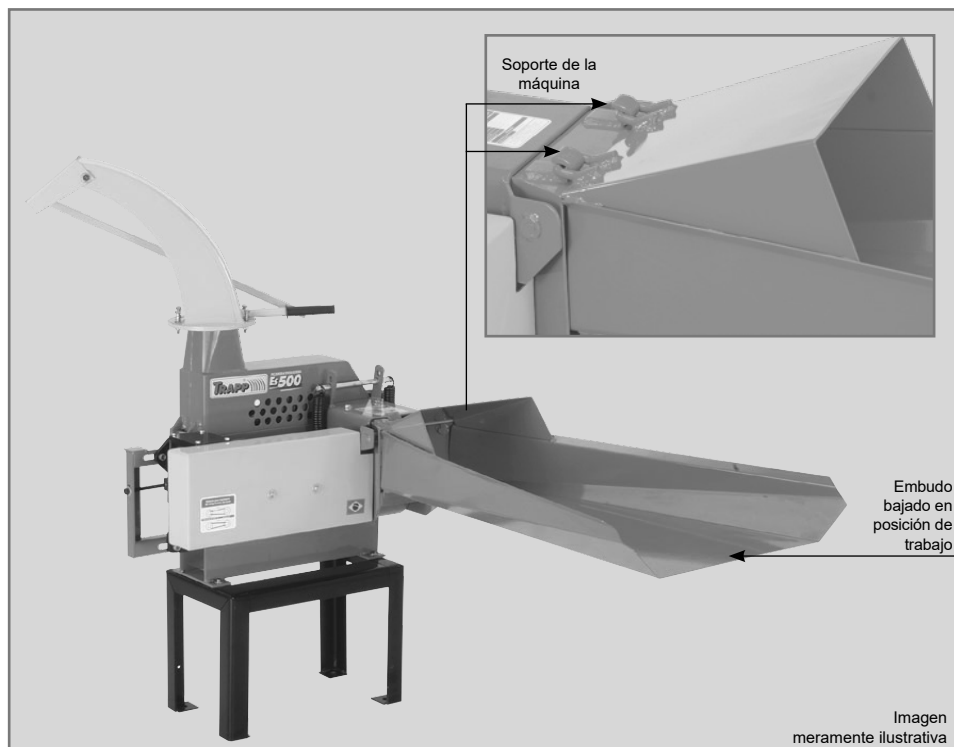

Figura 2
- ✓ Para montar el embudo del verde, es necesario inclinarlo para acoplarlo al soporte de la máquina, como muestra la Figura 2.